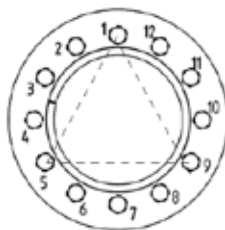

Fig. 5.10.4
- apertar levemente um primeiro grupo de três parafusos a aprox. 120° conforme o exemplo na fig. 5.10.4;